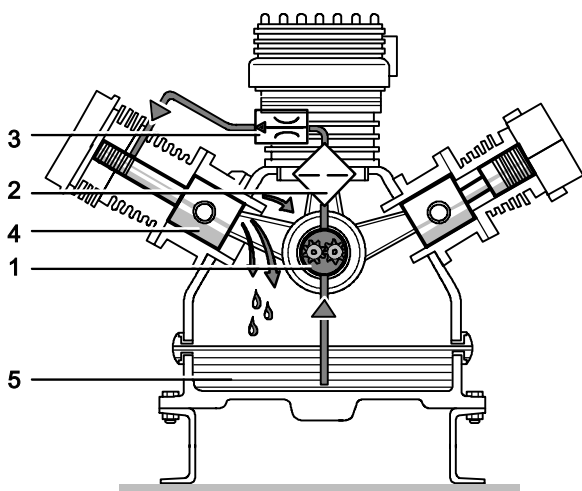

Рис. 27 Система смазки под давлением
Компрессор оснащен системой смазки под давлением (Рис. 27). Давление масла создается медленно работающим шестерённым насосом (1). Давление составляет прим. 5 бар.
Привод масляного насоса (1, Рис. 27) осуществляется коленчатым валом. Масляный насос (1) перекачивает масло из отстойника (5) корпуса коленчатого вала через фильтр тонкой очистки (2) и клапан регулировки минимального давления (3) к цилиндру 3-й ступени (4). Здесь масло распределяется направляющим поршнем и смазывает все подвижные детали компрессора. Регулирующий клапан делает возможной индикацию давления масла на манометре, а также контроль со стороны устройства управления компрессором.